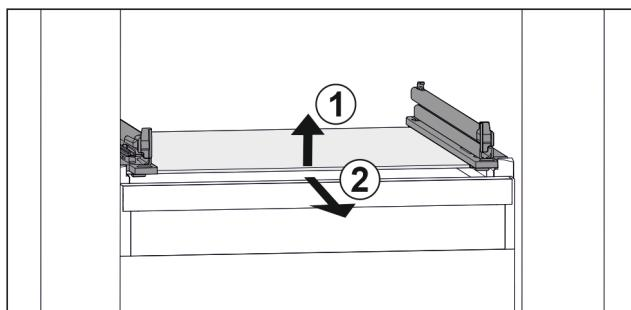

Fig. 106 Príklad zobrazenia sklenej dosky
- Nadvihnite sklenenú dosku vpred. Fig. 106 (1)
- Odoberte sklenenú dosku dopredu. Fig. 106 (2)